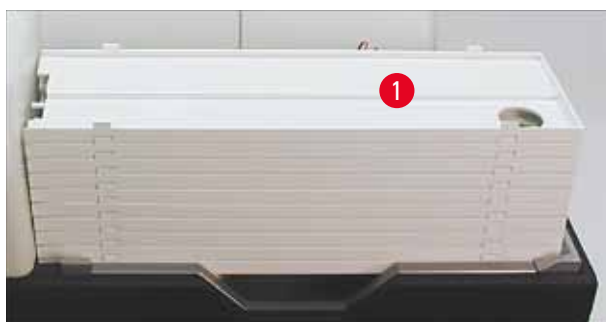

Fig. 38
1. Poser la pile de plateaux (→ "Fig. 38-1") sur la plaque élévatrice de la station de prélèvement (→ "Fig. 38").